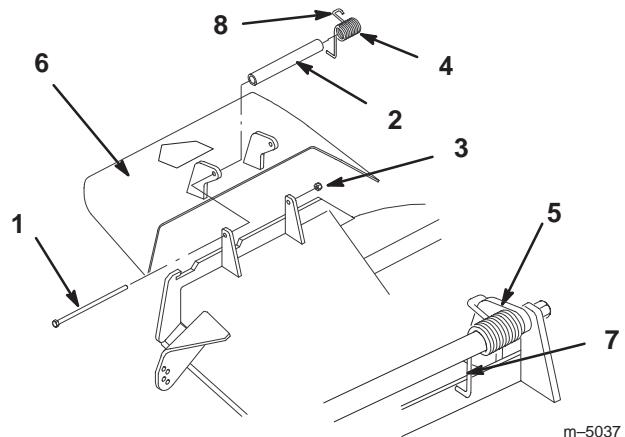

Figure 67
1. Retirez le contre-écrou, le boulon, le ressort et l'entretoise qui fixent le déflecteur aux supports de pivot (Fig. 67). Enlevez le déflecteur s'il est endommagé ou usé.
**Remarque :** prenez soin de placer l'extrémité en **L** du ressort derrière le bord du plateau avant de mettre le boulon en place, comme indiqué à la Figure 67.
3. Remettez le boulon et l'écrou. Accrochez l'extrémité crochue en **J** du ressort au déflecteur d'herbe (Fig. 67).